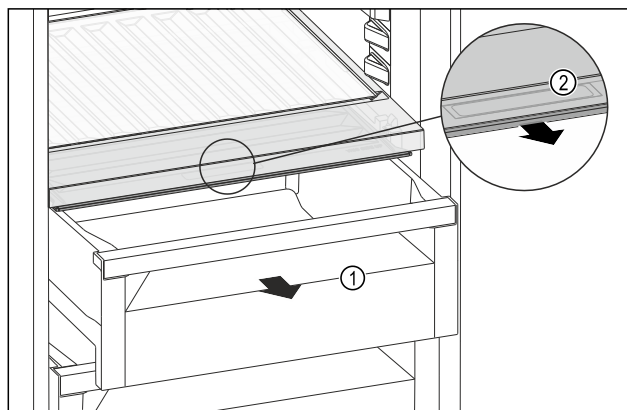

Fig. 172
- ▶ Izvlecite predal *Fig. 172 (1)*.
- ▶ Primite prijemalno vdolbino *Fig. 172 (2)* na pokrovu predala in predal istočasno povlecite naprej.